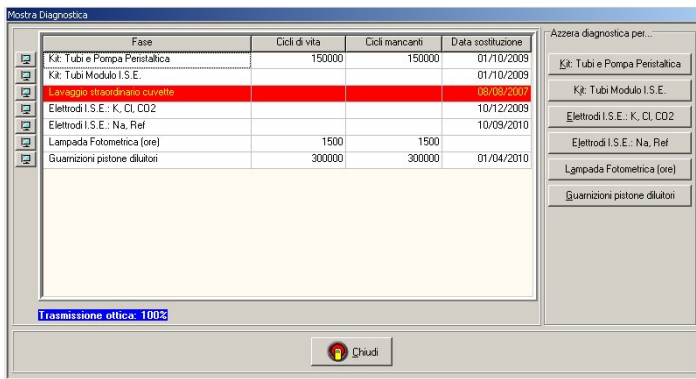

Fig. 1
- 1) Cambiare al più presto possibile il componente usurato dopo il messaggio di scadenza indicato dal software di manutenzione dell'analizzatore (**Fig. 1 “Mostra Diagnostica”**). Per l'accesso a questa funzione vedere cap. H.
Il kit di manutenzione semestrale corrisponde alla voce "Kit Tubi e Pompa Peristaltica" della pagina di Diagnostica (fig. 1)